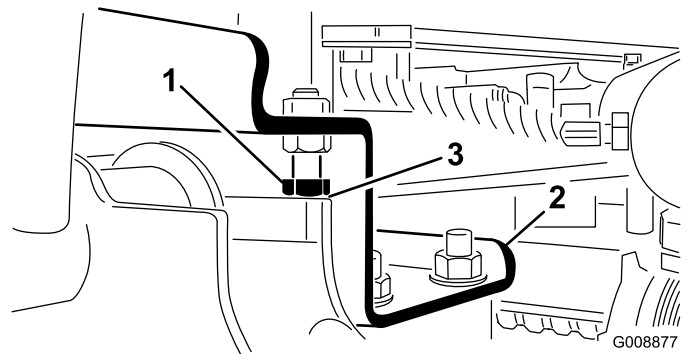

図 11
- A. ストップボルトを戻す (図 11)。
2. 各昇降アームとストップボルトとの隙間が 0.13～1.02 mmの間にあるかどうか点検する (図 11)。この範囲になればストップボルトを調整する。